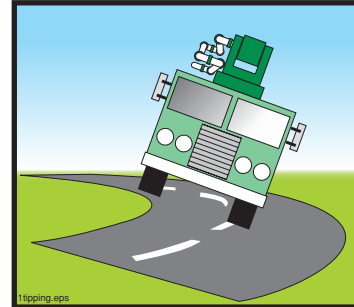

Figura 11
- 4.10 **⚠️ ADVERTENCIA** Las bombas de concreto montadas sobre camiones son generalmente muy inestables. Tenga cuidado cuando tome una curva cerrada con el vehículo (Figura 11).